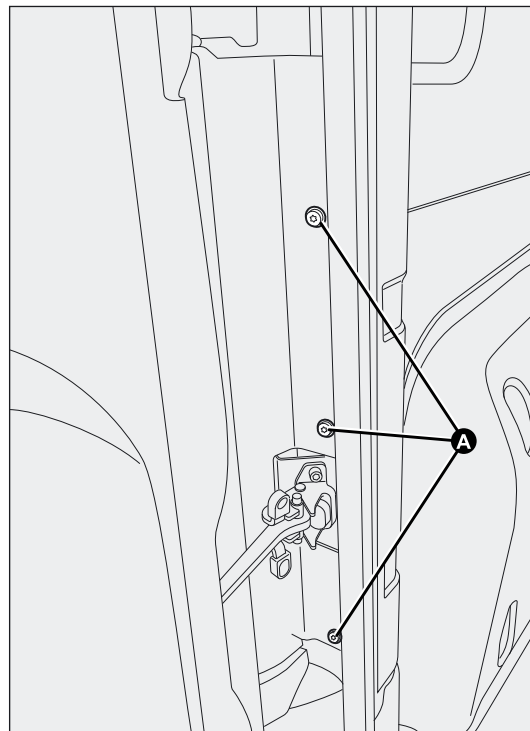

fig. 156
- ☐ draai de schroeven A-fig. 156 los;